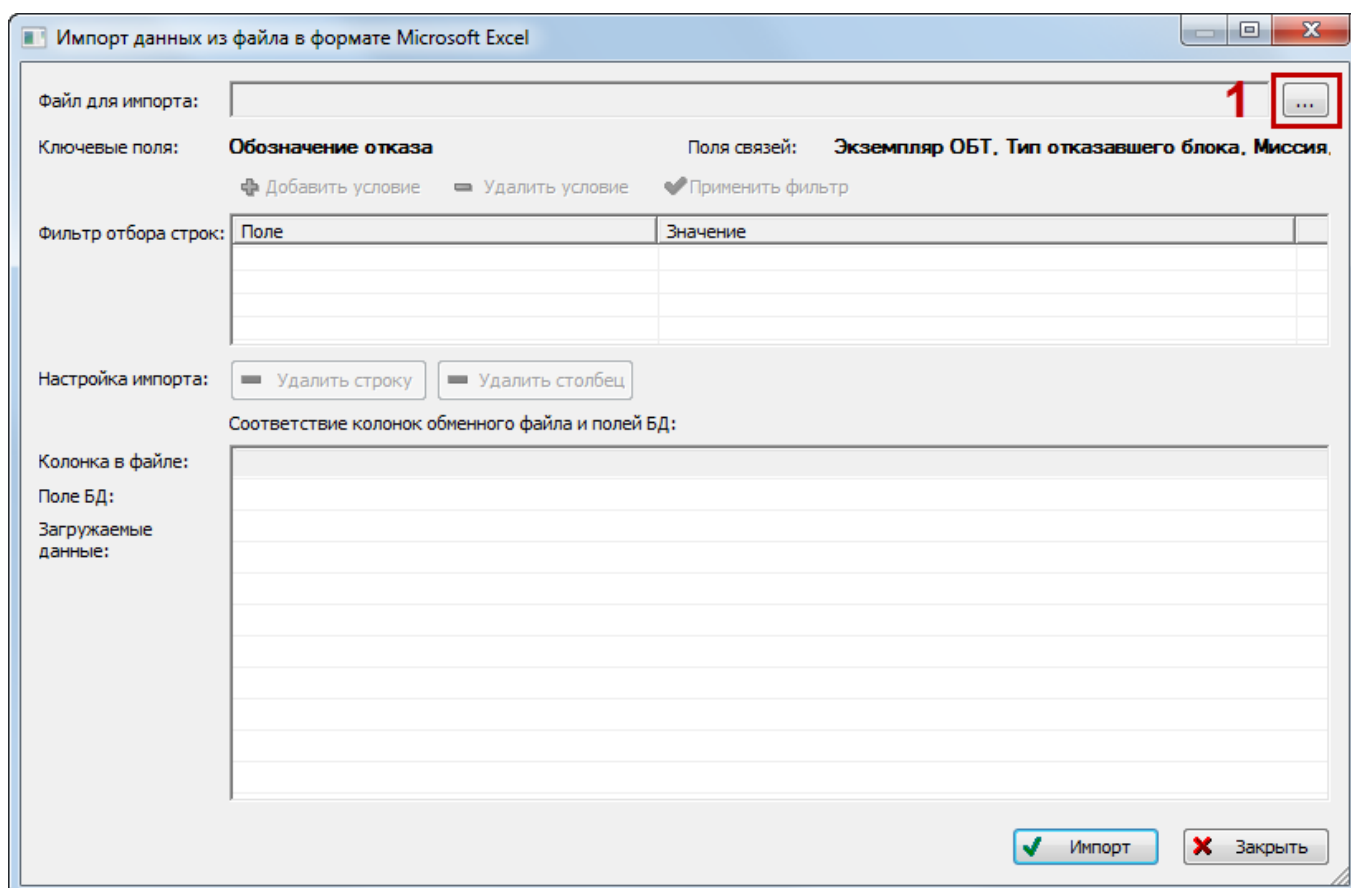

Рис. 26-90 – Окно импорта из файла Excel
В результате откроется окно «Импорт данных из файла в формате Microsoft Excel» (рис. 26-90). Описание назначения полей данного окна приведено в пункте 5.4.6 «Панель «Импорт/экспорт»», стр. 61.
3) Нажать кнопку «Выбрать файл на локальном диске» (1 на рис. 26-90). Откроется стандартное диалоговое окно «Открыть» – выбрать файл и нажать кнопку «Открыть».